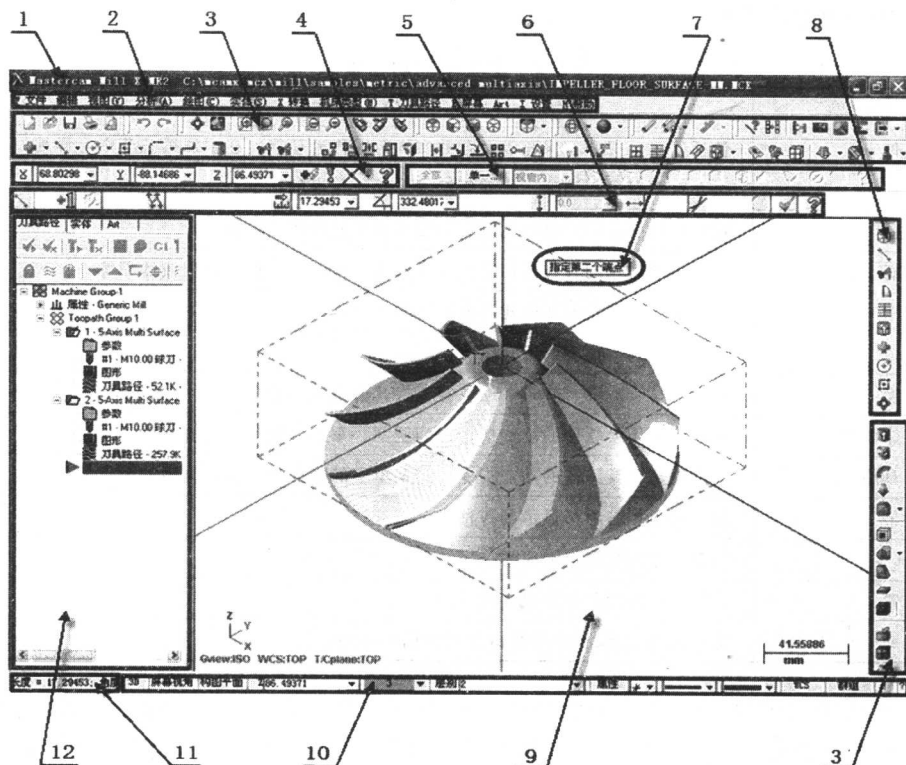

图 1-11 工作界面的构成
Mastercam X MR2 的工作界面采用 Windows 风格，但仍包含了许多与其他软件不同的元素，其构成如图 1-11 所示。
(8) 最常使用的功能列表 列出最近用过的十个功能的快捷图标,默认状态是在绘图区的右侧竖直排列。参见图 1-11 中 8 号标签所指的区域。
(9) 图形窗口 界面中最大的区域,用于显示绘图内容,也称为绘图区。